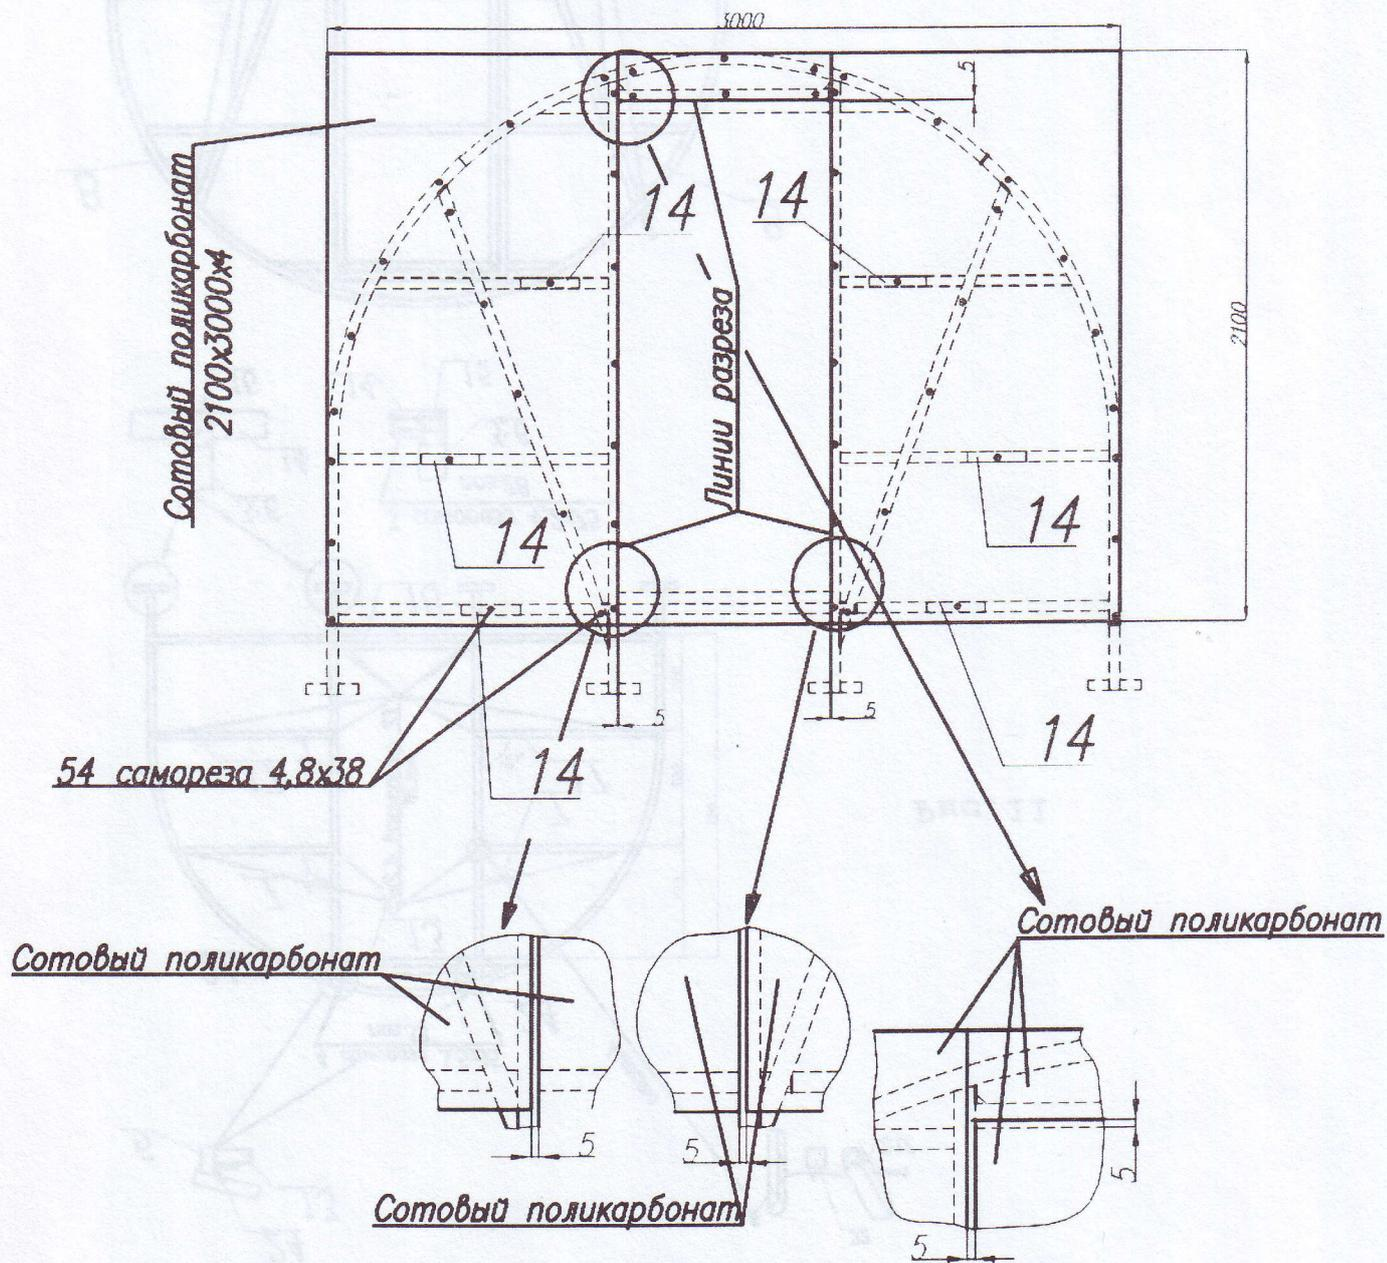

Рис.13
3.17. Не снимая с поликарбоната транспортировочную пленку, наложите лист размером 3000x2100 мм на торцевую дугу как показано на *рис. 13*. При этом сторона с защитным покрытием от ультрафиолетовых лучей должна располагаться снаружи.
3.17.1. Разметьте маркером лист поликарбоната согласно *рис.13*, снимите его с торцевой дуги и разрежьте согласно разметке на ровной поверхности. Вырезать поликарбонат по окружности на данном этапе не требуется, сделайте только прямолинейные разрезы.
3.17.3. Снимите транспортировочную пленку с оставшихся кусков покрытия и наложите их на торцевую дугу защитным покрытием наружу. Выровняйте заготовки строго по дверному проему. Сместите заготовки покрытия наружу на 5 мм относительно стоек дверного проема и закрепите их саморезами на торцевой дуге в соответствии с *рис.13*.